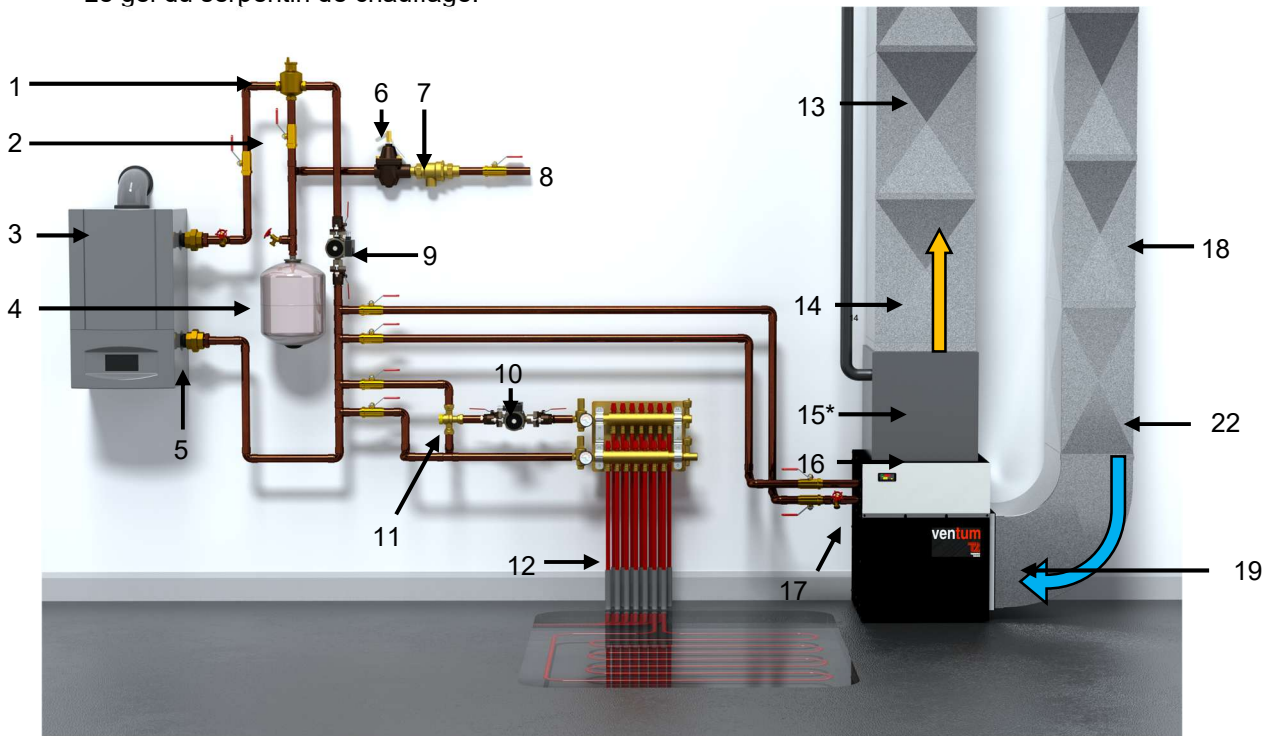

Figure 6 : Installation typique d'un ventilo-convecteur hydronique avec chaudière et chauffage radiant
Le ventilo-convecteur hydronique VenTum possède trois (3) sondes de température dont deux (2) doivent être positionné lors de l'installation. La sonde marquée « Sortie air/Air output » doit être installée au moins 30 cm (12 po) après le serpentin de chauffage ou, en aval du serpentin de climatisation (si un serpentin de ce genre est installé au-dessus du serpentin de chauffage) (position 14 sur la Figure 6). Si un serpentin de climatisation est installé en amont du serpentin de chauffage, installer la sonde tel qu'indiqué après le serpentin de chauffage. Dans